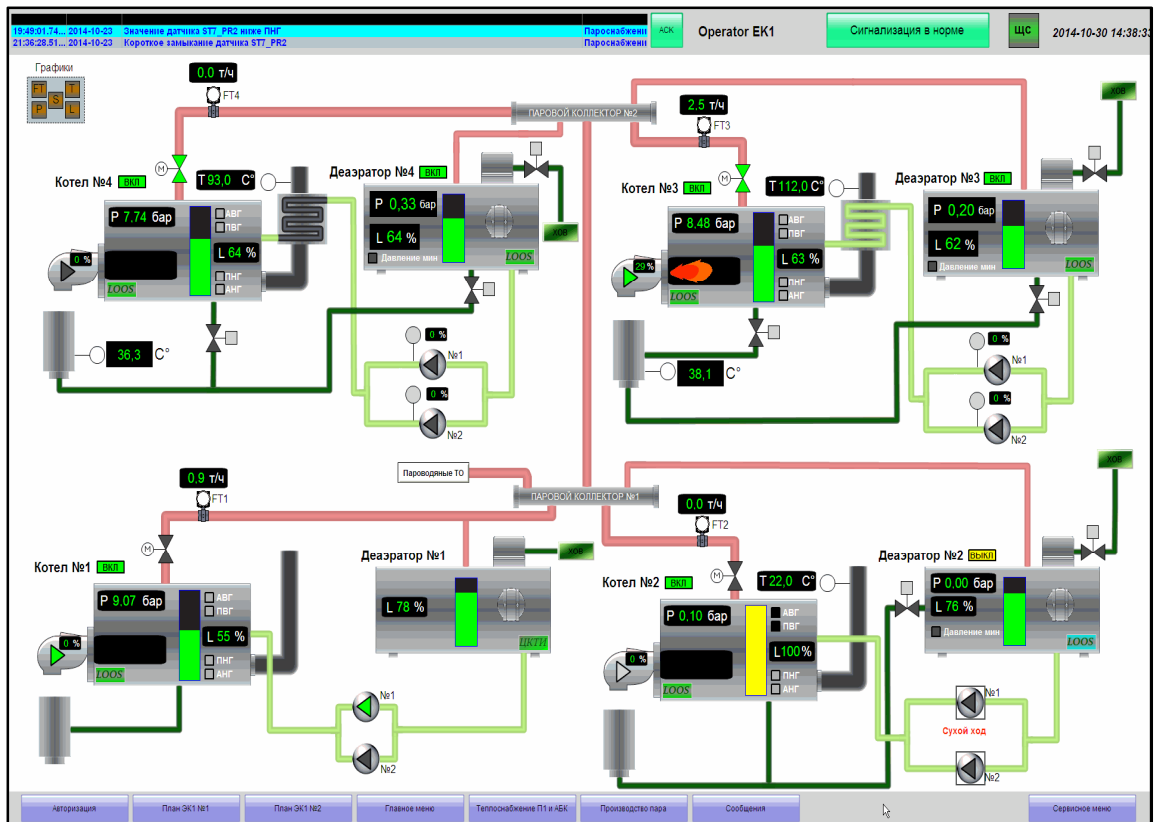

Рис.3
5. Разработано программное обеспечение для SCADA системы WinCC (рис.3,4)